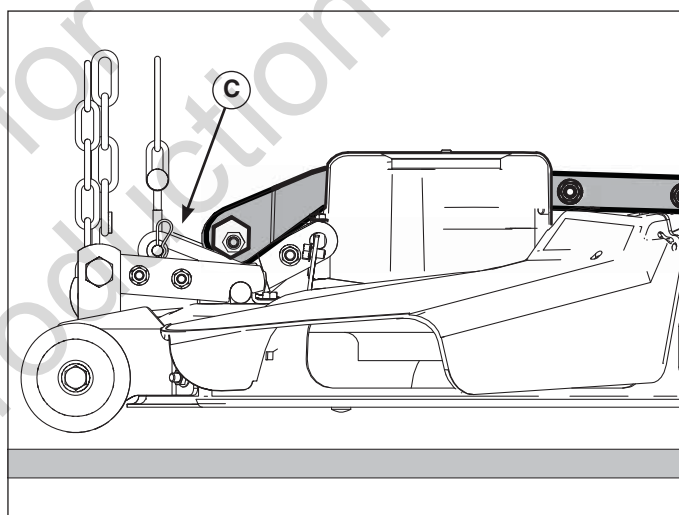

Figura 20
7. Quite el pasador de chaveta y la arandela en la abrazadera de elevación interna (C, Figura 20) y desconecte el CERROJO J interno de la abrazadera. Repita en el otro lado.
4. Conecte el cerrojo J interno (F, Figura 20) a la abrazadera de elevación interna y asegure con su arandela y pasador de chaveta. Repita en el otro lado.